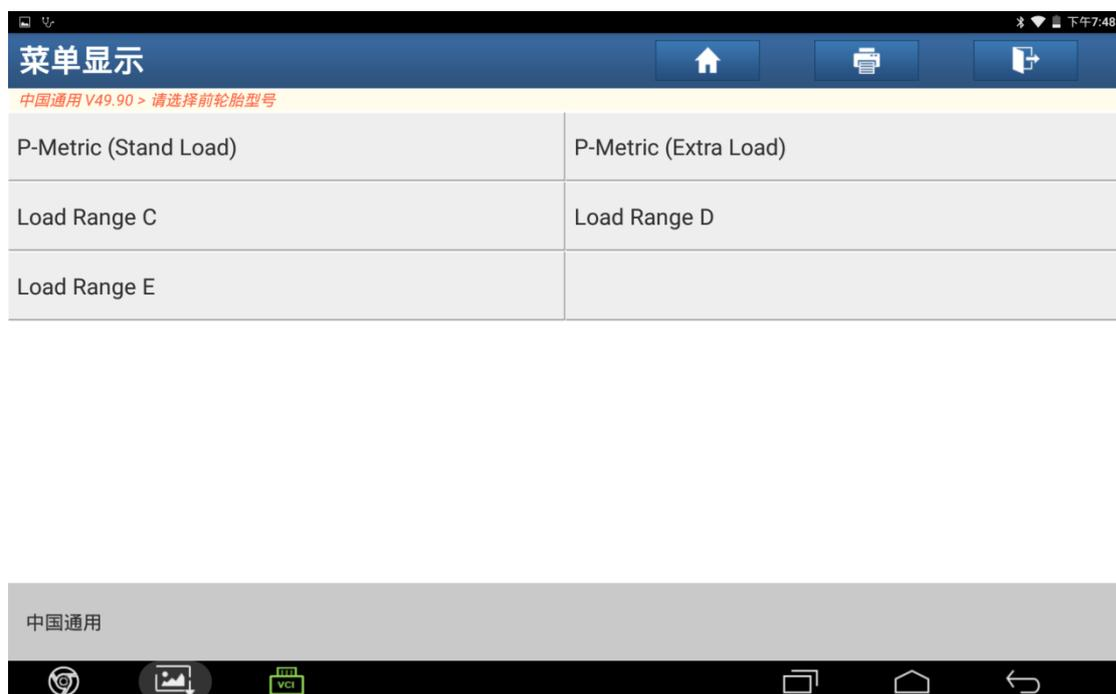

图 37
37). 显示 5 个轮胎配置项，根据维修手册选择车辆对应前负载范围，如图 37；